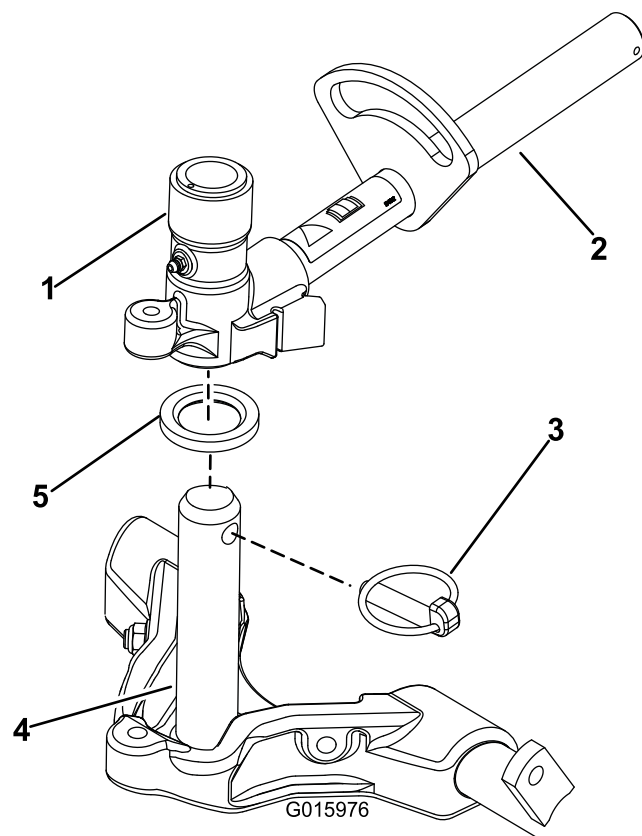

Figura 16
9. Revista o veio da estrutura de suporte com massa lubrificante limpa (Figura 16).
10. Nas unidades de corte dianteiras, faça deslizar uma unidade de corte sob o braço de elevação enquanto insere o veio da estrutura de suporte para cima para dentro da forquilha da articulação do braço de elevação (Figura 16). Certifique-se de que a anilha de encosto está no sítio no veio da estrutura de suporte.
11. Prenda o veio da estrutura de suporte à forquilha do braço de elevação com o pino de encaixe (Figura 16).
- B. Insira a forquilha do braço de elevação no veio da estrutura de suporte (Figura 16).